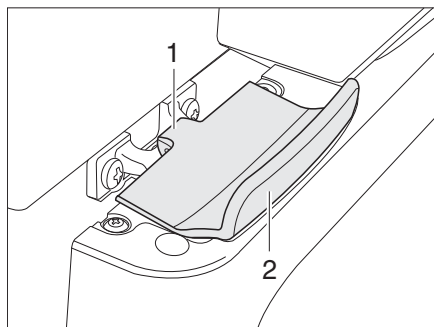

Fig. 277 Dispositif de verrouillage de la porte du réfrigérateur, fermé (Thetford)
*Ouvrir :* ■ Ouvrir la porte du réfrigérateur sur la poignée (Fig. 277,2). Le verrouillage (Fig. 277,1) sera débloqué automatiquement.